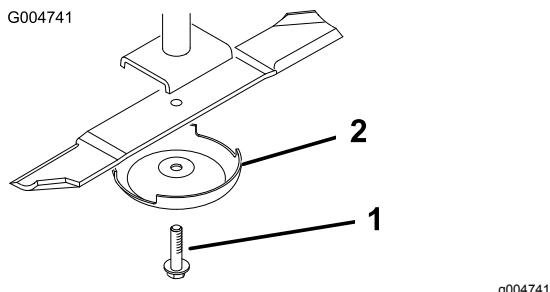

Figura 67
3. Retire del eje de la cuchilla el perno de la cuchilla, el protector de césped y la cuchilla (Figura 67).